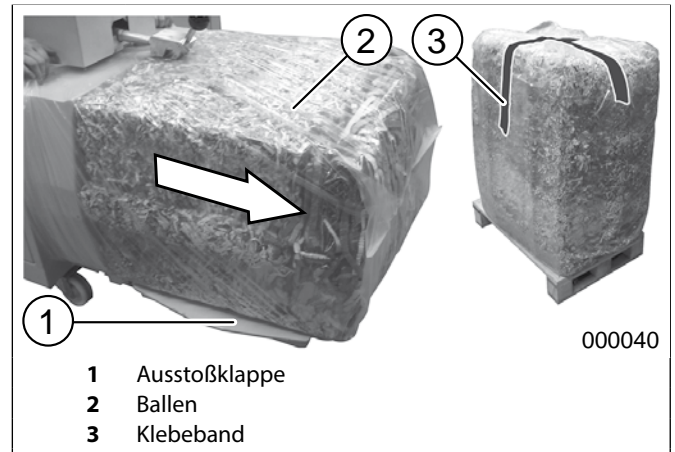

Abb. 19 Ballen ausstoßen
5. Sack zusammenfallen und mit einem Klebeband verschließen (Abb. 19/3). Der Ballen kann jetzt abtransportiert werden.
2. Ballen durch Betätigen des Drucktasters „Stempel vor“ (Abb. 13/1) in den Plastiksack auf die Ausstoßklappe schieben (Abb. 19).
3. Das Ende des Sacks zusammenfallen und den Sack mit einem Klebeband verschließen (Abb. 19/3). Der Ballen kann jetzt abtransportiert werden.